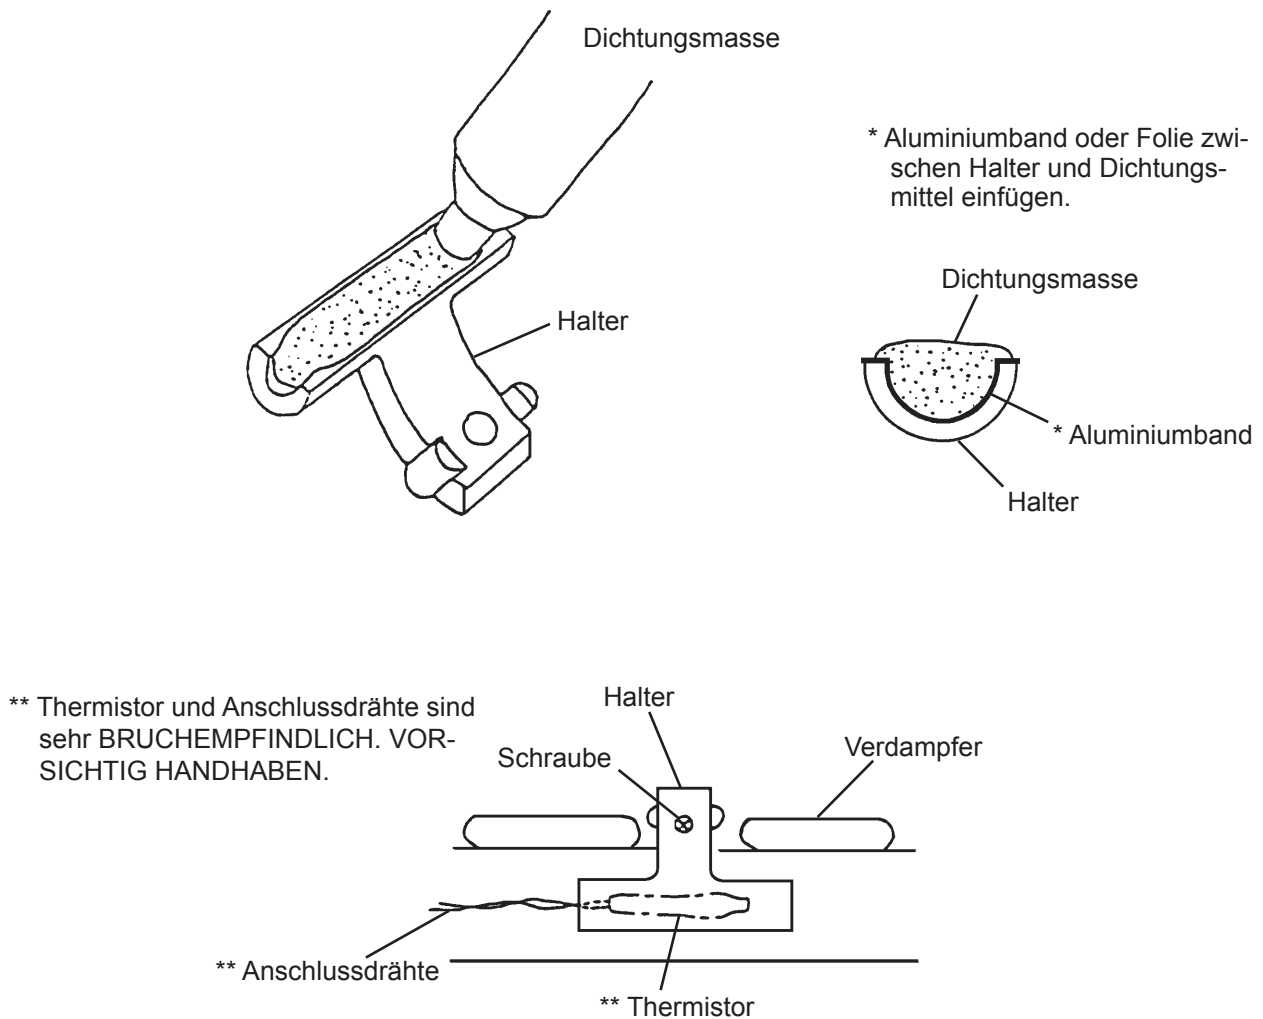

Abb. 17
- 5) Den neuen Thermistor in umgekehrter Ausbaureihenfolge einbauen und dazu eine Dichtungsmasse (mit hoher Wärmeleitfähigkeit) verwenden. Siehe Abb. 17.